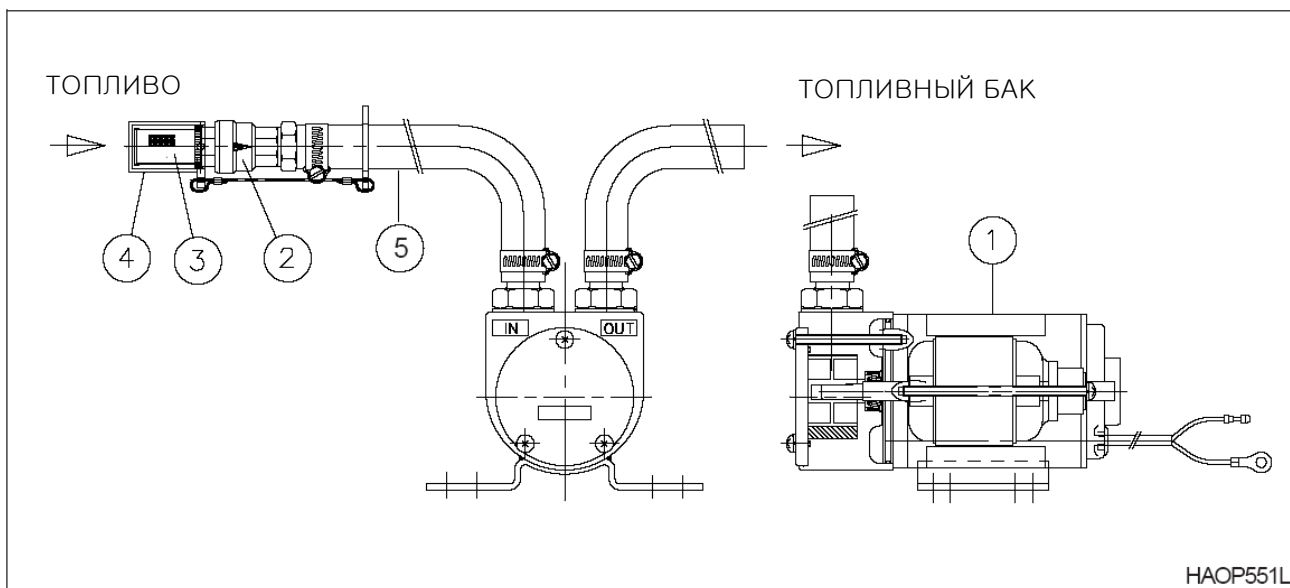

Рис. 86
1. Снять колпачок (4, рис. 86) фильтра грубой очистки (3) на конце впускного шланга (5).
**ПРИМЕЧАНИЕ:** Поместить колпачок фильтра (4, рис. 86) в безопасное место, чтобы после окончания заправки закрыть фильтр (3).
2. Вставить впускной шланг (5, рис. 86) в емкость с топливом для дозаправки.
5. Поднять впускной шланг (5, рис. 86) из топливной емкости и включить насос на 2 – 3 секунды, чтобы слить оставшееся в шланге топливо в топливный бак.
6. Установить колпачок (4, рис. 86) впускного фильтра грубой очистки (3) и вернуть впускной шланг (5) в положение для хранения.